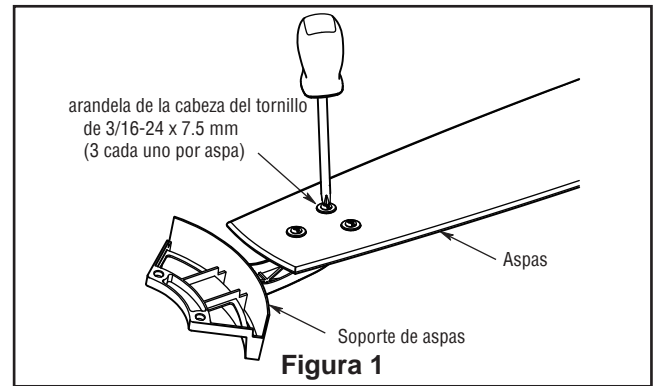

Figura 1
Su nuevo ventilador de techo requiere una línea de suministro eléctrico con conexión a tierra de 120 voltios de CA, 60 Hz, circuito de 15 amperios. La caja de distribución eléctrica debe estar bien asegurada y debe ser capaz de soportar una carga de, al menos, 22,7 kg (50 lb). La Figura 1 muestra diversas configuraciones estructurales que podrían utilizarse para montar la caja de distribución eléctrica.
1. Extraiga la pieza de la bola colgante de la unidad de la bola colgante / varilla aflojando el tornillo de presión de la bola colgante hasta que la bola se libere de la varilla. Retire el pasador del barral y luego extraiga la semiesfera. Conserve el pasador y la semiesfera para su reinstalación en el Paso 4 (Figura 1).
Debe colgar el ventilador a una distancia mínima de 2,13 m desde las aspas hasta el piso. (Figura. 1)
Para evitar posibles descargas eléctricas, asegúrese de que la electricidad esté desconectada en la caja de fusibles principal antes de realizar la instalación eléctrica. (Figura 1)
- 1. Retire uno de los dos tornillos de reborde de la abrazadera para colgar. Afloje el segundo tornillo de reborde sin retirarlo del todo. Ensamble la base girando el chavetero de la base sobre el tornillo de reborde de la abrazadera para colgar. Ajuste el tornillo de reborde. Ensamble por completo el segundo tornillo de reborde que antes había retirado y ajústelo. (Figura. 1)
1. Coloque el aspa sobre el soporte de aspas con los pilotes roscados a la vista. Asegúrese de que la parte inferior del aspa se encuentre bien apoyada sobre el soporte. Con un destornillador Phillips, fije los tornillos con cabeza de arandela de 3/16-24 x 7.5 mm para asegurar la placa en el brazo de sujeción de las palas. (Figura 1).
1. Restaure la fuente de alimentación de la toma de corriente enciendiendo la electricidad del fusible principal. (Figura 1)